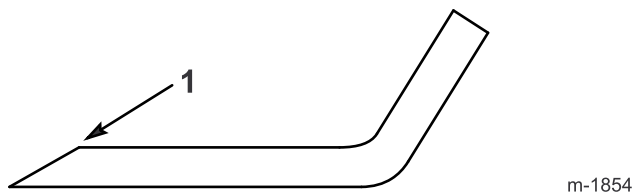

Figura 40
1. Utilice una lima para afilar el filo de corte en ambos extremos de cada cuchilla (Figura 40). Mantenga el ángulo original. La cuchilla permanece equilibrada si se retira la misma cantidad de material de ambos filos de corte.